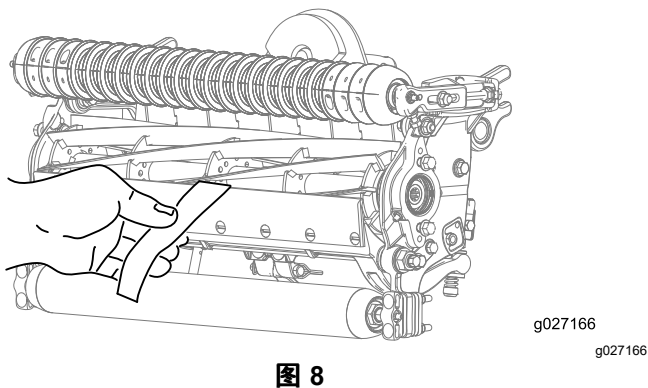

图 8
- B. 在滚刀与底刀之间插入一长条剪切性能纸Toro 零件号 125-5610纸要与底刀垂直图 8 然后缓慢向前旋转滚刀此操作应能切断性能纸如果不能请重复步骤 A 和 B 直至切断为止。